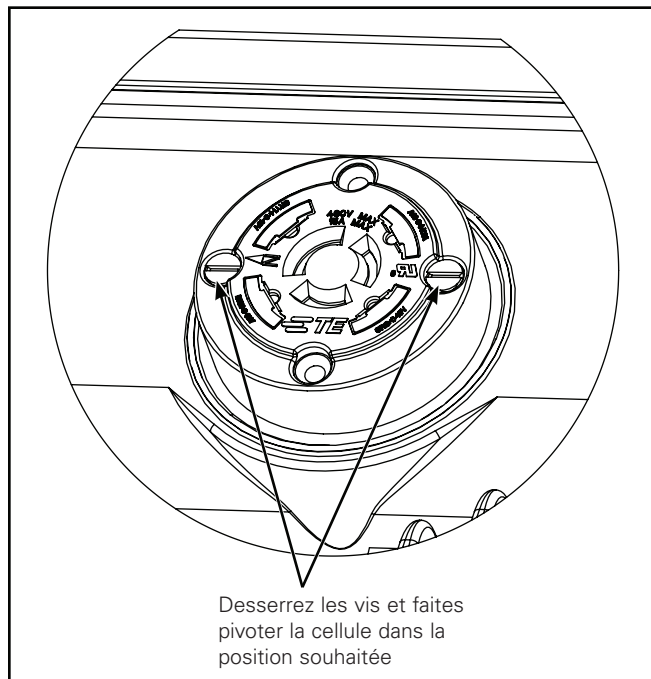

Figure 2. (À 7 BROCHES)
**Remarque:** Une fois la cellule dans la position souhaitée, serrez les deux vis à un couple maximum de 2,8 N-m (25 po-lb). (Figures 2 et 3).